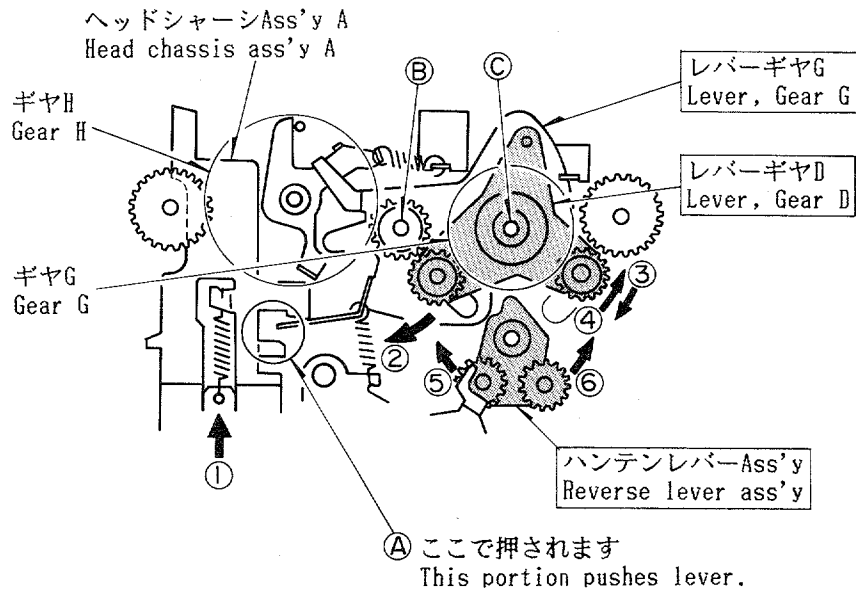

Fig. 1-1
レバーギヤGは、A 部分をヘッドシャーシAss'yに押され、Bを支点に矢印②方向へ動きます。レバーギヤGにはレバーギヤD Ass'yが付いています。(Fig. 1-1 参照)
(5) Function Explanation of Principal Levers
The forward movement of the head chassis ass'y pushes against portion A of the lever, Gear G, actuating the whole lever in the direction of arrow ② since post B becomes fulcrum. The lever, Gear D ass'y belongs to the lever, Gear G. (See Fig. 1-1)
ギヤIにはC-S PギヤIが付いています。このスプリングによりフリクションを与えられており、ギヤA Ass'yと同じ方向 (Fig. 1-1 矢印⑤或は⑥方向)へ動きます。改善のためギヤK側にもC-S PギヤIが追加になっています。
(See Fig. 1-1)